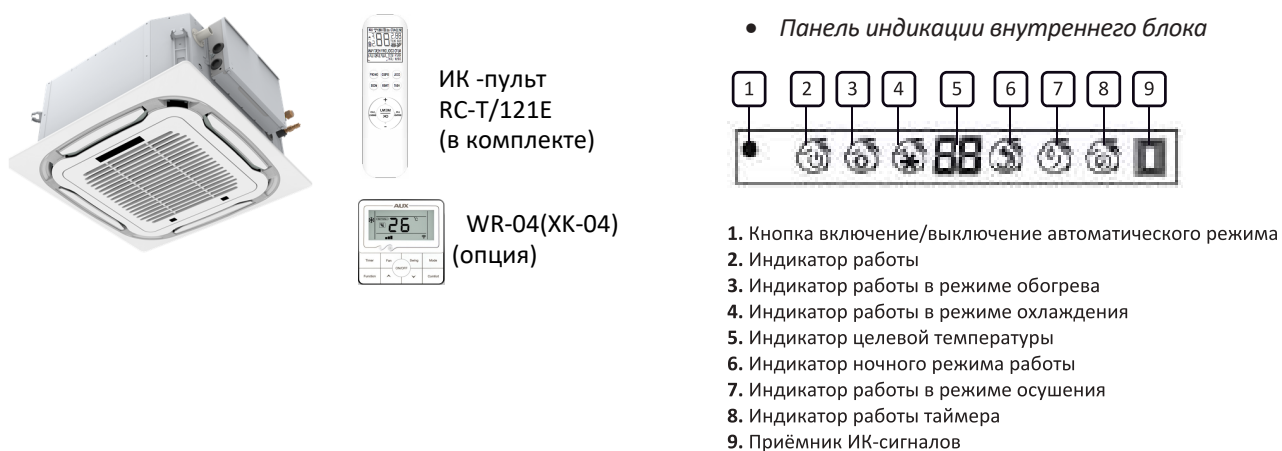

Рисунок 6.3
6.2 Блоки кассетного типа (рис.6.3)